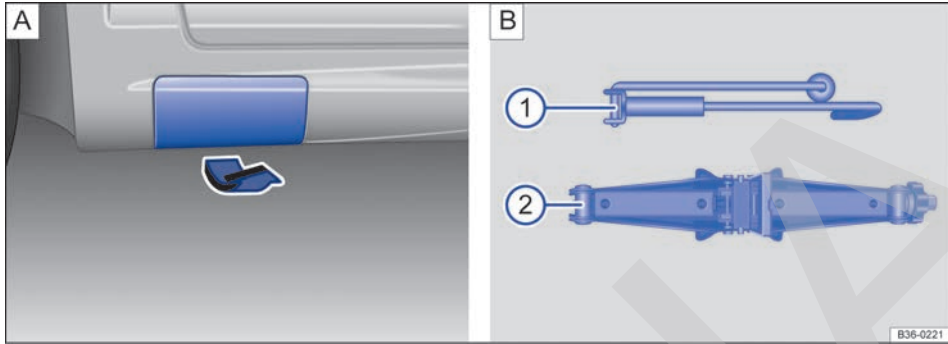

Fig. 274 A En el lado izquierdo del vehículo, en la zona trasera: abrir la tapa. B Piezas del gato de tijera.
El gato únicamente se deberá colocar en los puntos de apoyo que se indican y únicamente con la tapa desmontada → fig. 274 A. El punto de apoyo válido es el que se encuentra junto a la rueda correspondiente → ⚠.
6. Enganche la manivela → fig. 274 B ① en el gato de tijera → fig. 274 B ②.
7. Busque debajo del vehículo el punto de apoyo para el gato → fig. 274 que se encuentre más próximo a la rueda que haya que cambiar.
8. Retire la tapa del larguero inferior → fig. 274 A. Para ello tire de la tapa con fuerza pero con cuidado, en el sentido de la flecha. La tapa va provista de una cinta de sujeción.